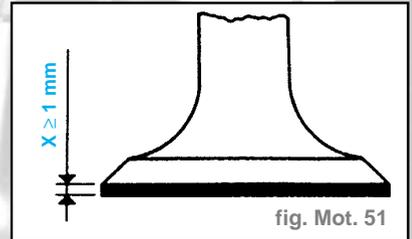

fig. Mot. 51
- Contrôler qu'après rectification, l'épaisseur (X) de la soupape, n'est pas inférieure à **1 mm** (fig. Mot. 51).